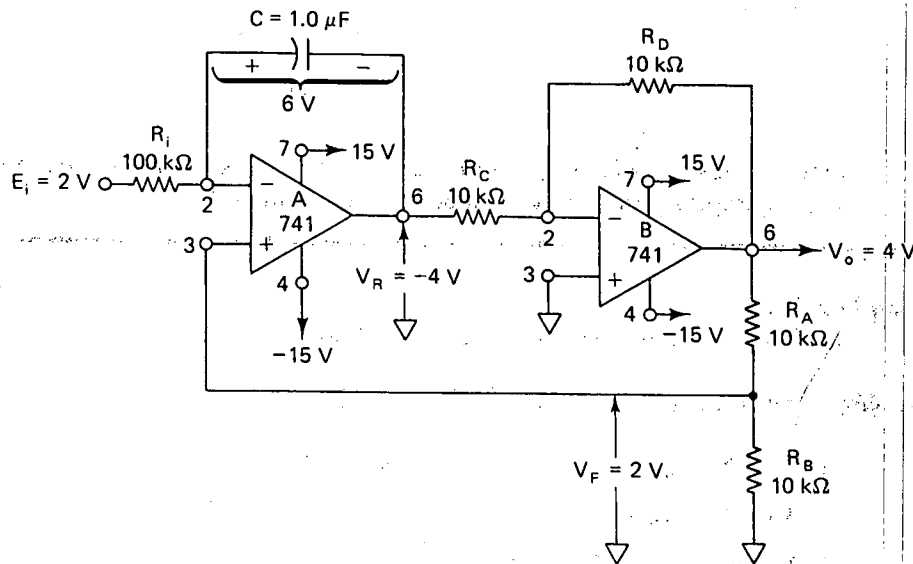

FIGURA 3-16 V_o exhibe una respuesta retrasada a un cambio de E_i en este circuito de servoamplificador.
En la figura 3-16 se muestra un circuito simplificado de un servoamplificador. Hagamos una analogía entre este circuito y un servomecanismo mecánico. El apuntar el cañón de un tanque constituye un excelente ejemplo gráfico. Suponga que el artillero tiene la mira apuntada hacia adelante y también que el cañón apunta en la misma dirección. Esto lo denominaremos equilibrio. El dispositivo de mira controla el cañón mediante dos servomecanismos, uno para el azimut (de un lado a otro) y otro para la elevación (de arriba a abajo).
De repente el artillero cambia la mira 90° hacia la derecha. Acaba de cambiar la entrada ($E_i = 2$ V en la figura 3-16) del sistema del servomecanismo. El cañón debe pasar ahora de su posición de equilibrio recto ($V_o = 4$ V en la figura 3-16) a una nueva posición de equilibrio 90° a la derecha. Se concluye que la salida del sistema del servo sigue a la entrada pero con un cierto retraso. Por tanto, la respuesta a estas dos preguntas sobre la operación del circuito la buscaremos en la figura 3-16.
Se analiza el comportamiento del circuito de la figura 3-16 en *equilibrio* de la forma siguiente:
Calcule los voltajes de equilibrio del servoamplificador en la figura 3-16.
¿Cuánto tarda V_o en alcanzar el equilibrio en el servoamplificador de la figura 3-16?
- 3-20.** Suponga que R_i cambia a $1\text{ M}\Omega$ en el servoamplificador de la figura 3-16. Sea $E_i = 1\text{ V}$.